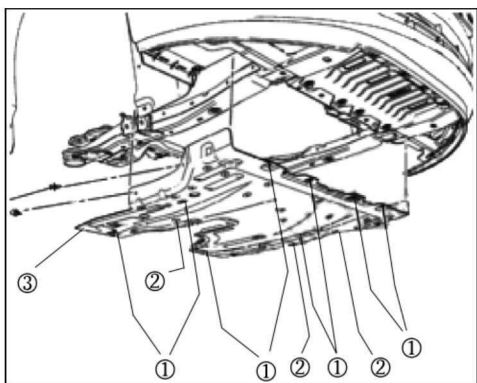

图 1-11 拆下变速器的放油螺塞
- ① 举升和顶起车辆。
- ② 拆下左前舱防溅罩(若装备有该部件)。
- ③ 拆下前舱隔音板(若装备有该部件)。
- ④ 如图 1-11 所示,拆下变速器的放油螺塞①。
- ⑤ 将变速器油排入合适、清洁的容器。